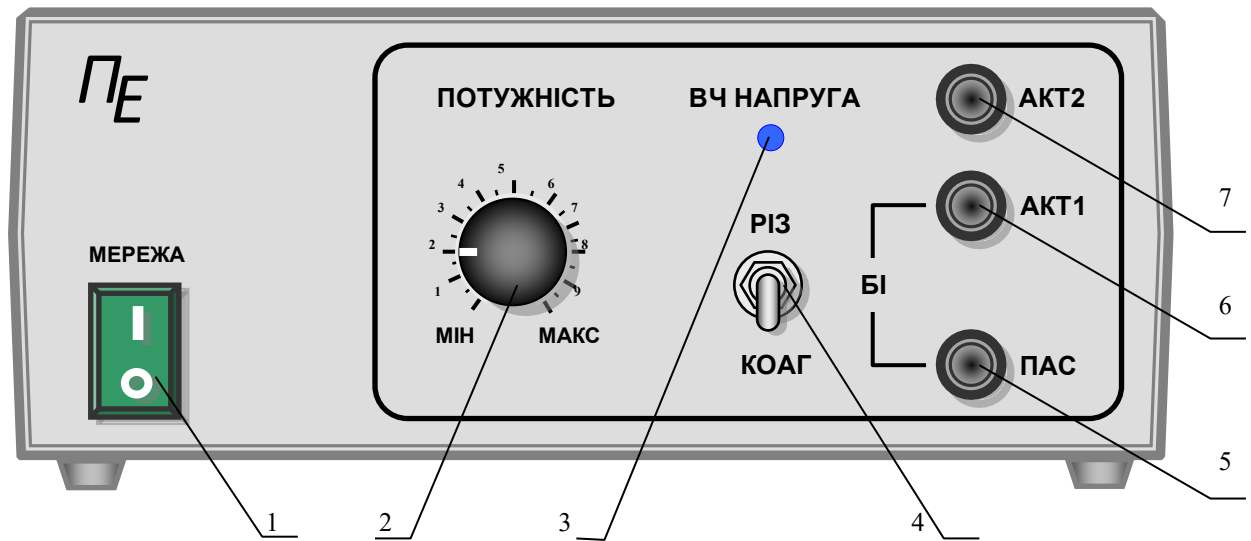
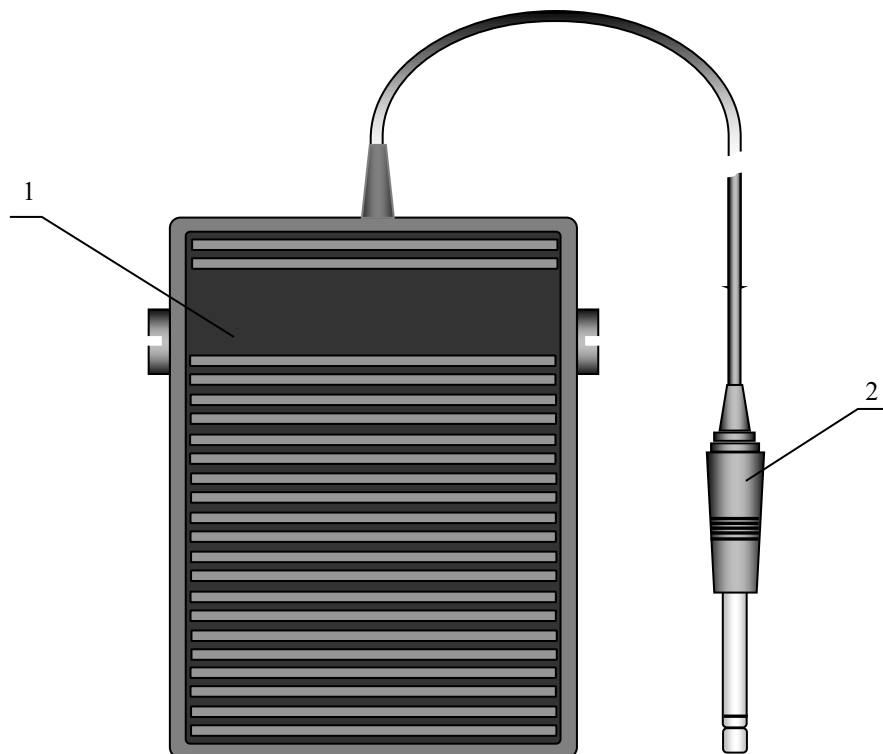

Рис.1 Передня панель електронного блока.
Рис. 3 Ножна педаль
Конструктивно апарат виконано у вигляді двох окремих блоків - електронного блока (рис. 1,2) и ножної педалі (рис. 3).
На передній панелі електронного блоку розташовані наступні органи управління і індикації (рис.1):
Конструкція ножної педалі (рис.3) являє собою підлогову платформу. Платформа (1) підпружинена і може переміщуватись у вертикальній площині - вниз (включення ВЧ-напруги) при натисканні ногою і уверх (відключення ВЧ-напруги) якщо її відпустити.
7.2.4. Перевірити включення ВЧ-напруги, для чого 2-3 рази натиснути платформу ножної педалі. При цьому повинен загорітися і гаснути синій сигнальний індикатор (3, рис.1) та вмикатися і вимикатися звуковий сигнал безперервного тону.
8.3. За допомогою ручки регулювання (2, рис.1) встановити необхідний рівень вихідної потужності.